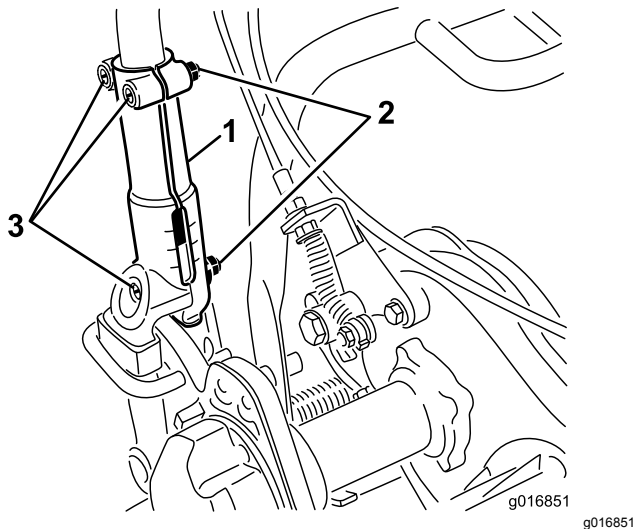

Figura 31
1. Desaperte os 3 parafusos de carroçaria e porcas de cada lado da pega nos grampos da pega (**Figura 31**).